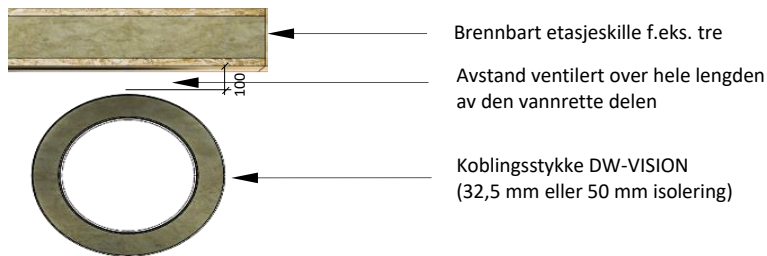

Fig. 7:
**Avstanden til brennbare materialer refererer til en ventilert installasjon over hele lengden (se fig. 7)!**